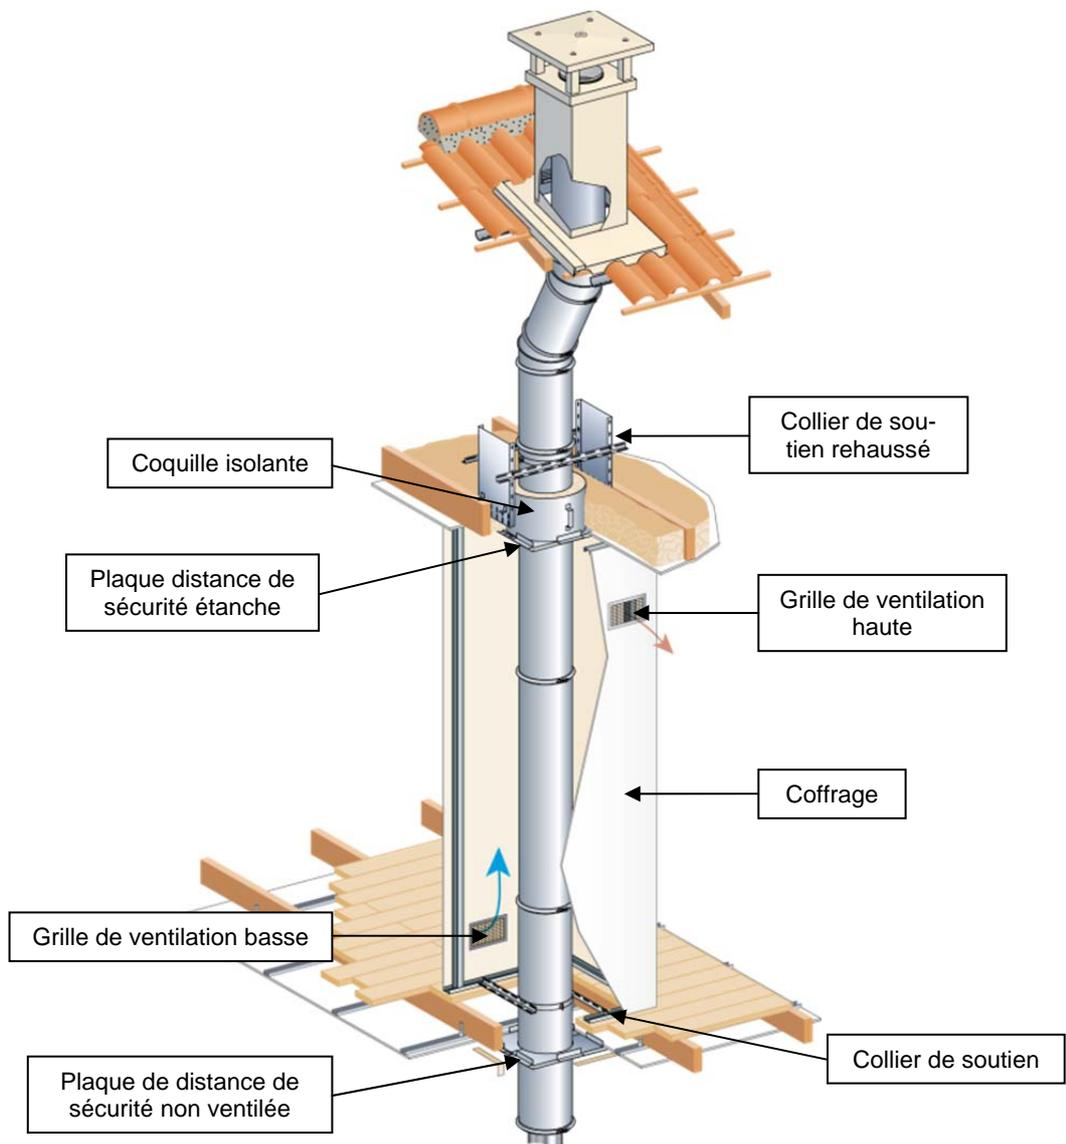

Figure 2– Exemple de solution avec isolation au dernier plafond, maison avec un étage (Gamme INOX-GALVA)
4.3 Solution avec isolation au dernier plafond, habitat individuel avec un étage (Figure 2)